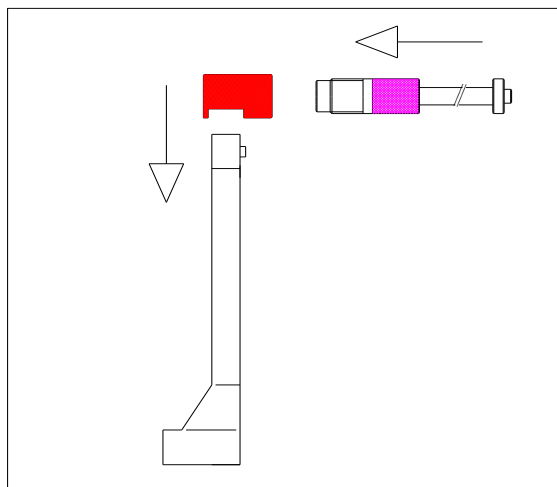

図 13-2 M/C ホイール延長棒の取り付け
2. 距離及び直径ポテンショメーターに特別の延長棒エクステンションを取り付けて下さい。(Fig.13-2)
3. センサを取り出し、リムの内側か外側の端部に当てます。図 13-2.
2. (図 13-2)の様にセンサーに特殊延長棒を取り付けて下さい。